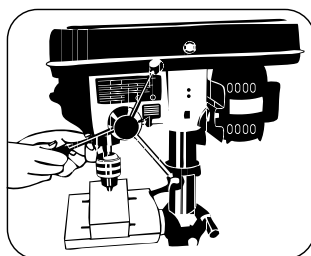

FIGURA 7.6
- Parafuse as alavancas de aproximação nos orifícios localizados no eixo do pinhão (Figura 7.6).